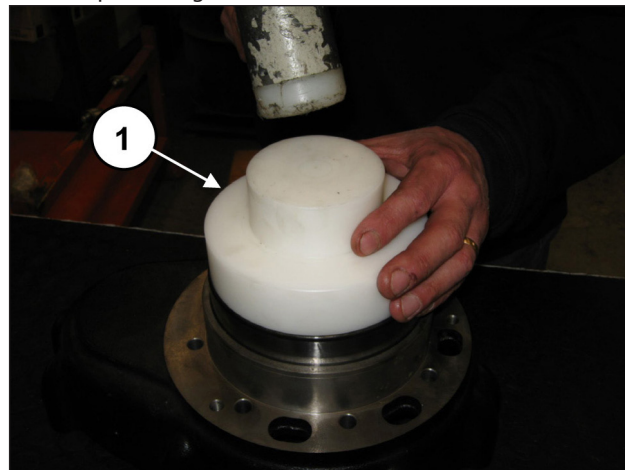
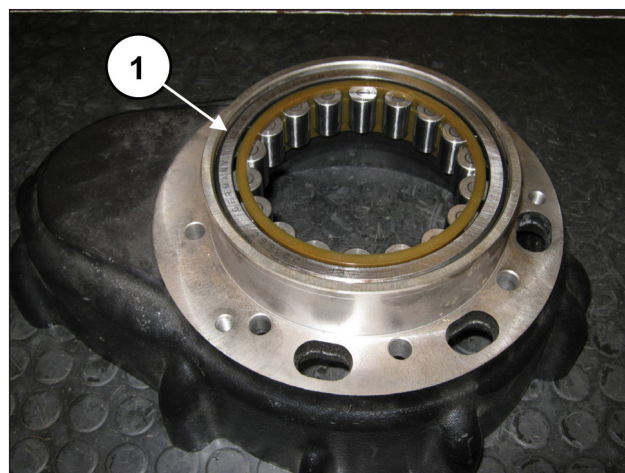

Fig. 53
Fig. 54
Desde el lado opuesto de la caja del reductor, premontar la anilla externa del cojinete del eje acodado utilizando la herramienta cód. 27605000, (pos. ①, Fig. 53) para introducirla a fondo (pos. ①, Fig. 54).